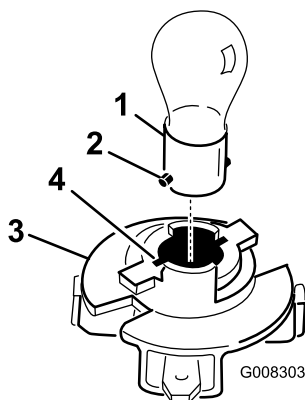

Figure 32
8. Poussez sur l'ampoule pour la tourner à fond vers la gauche (env. 1/4 tour) et retirez-la de l'embase (Figure 32).
1. Alignez les deux ergots en métal de la base de l'ampoule et les fentes de l'embase, et insérez la base dans le support (Figure 32).